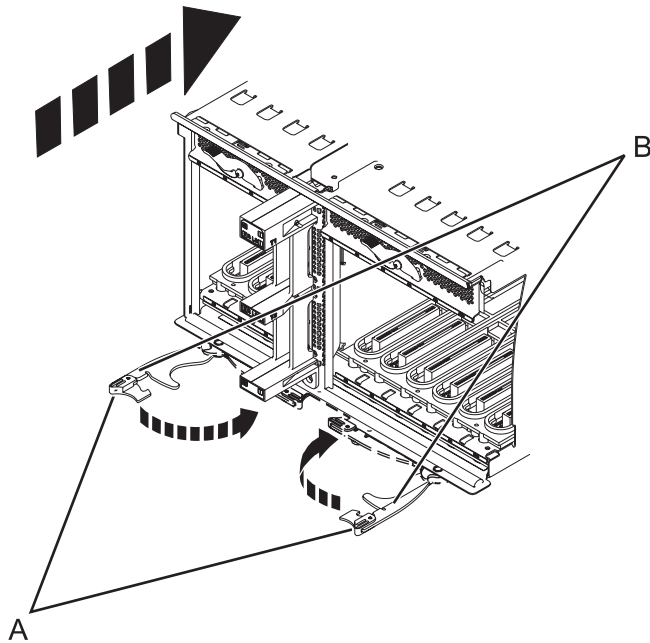

Figura 91. Instalación de la placa del sistema de E/S en un modelo montado en bastidor
9. Inserte firmemente la placa del sistema de E/S en el servidor, tal como se muestra en Figura 91.
10. Asegure la placa del sistema de E/S con las pestañas de bloqueo (A), como se muestra en Figura 91.